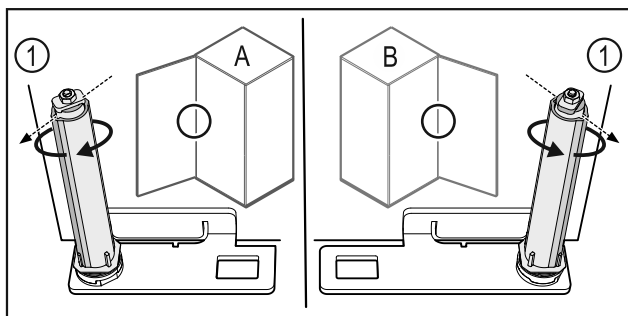

Fig. 56 Okretanje nalijevo (A) / okretanje nadesno (B)
- Okrećite sustav zatvaranja do kraja dok lamela sustava zatvaranja Fig. 56 (1) ne bude usmjerena prema van.